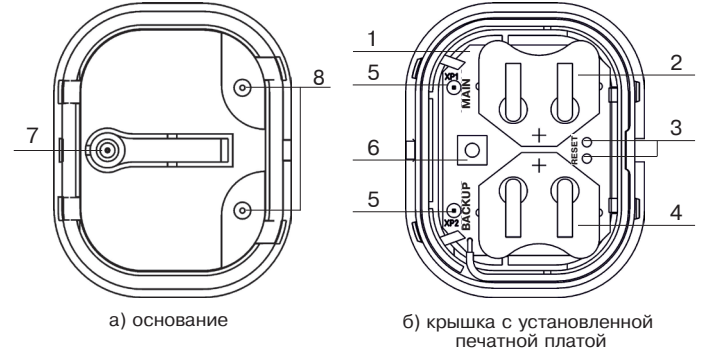

Рисунок 2 – Конструкция извещателя
Сигнализатор состоит из следующих элементов (рисунок 2): основания корпуса с вскрываемым крепежным отверстием (7) и отверстиями под сенсорные выводы (8) и крышки корпуса с установленной печатной платой (1). На печатной плате расположены: держатель (2) основной батареи, контакты RESET (3), держатель (4) резервной батареи, сенсорные выводы (5), датчик вскрытия (6).